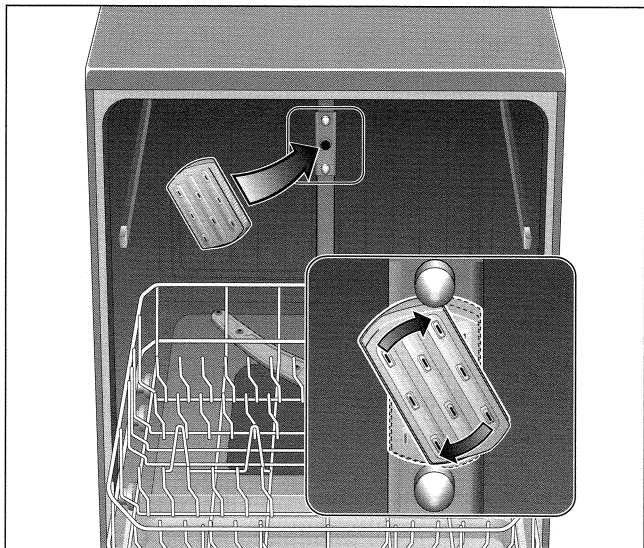

Figura 7.
Si usted tiene artículos tan grandes que no caben en la parrilla inferior sin que interfieran con el brazo aspersor o con la parrilla superior, puede quitar ésta última. Un aspersor especial para artículos extra grandes es proporcionado junto con su lava-vajillas para permitir lavar sin la parrilla superior. Vea la figura 7.
- Coloque el aspersor para artículos extra grandes en la salida que se encuentra arriba del espacio de la parrilla superior al fondo de la lava-vajillas. Vea la figura 7. Dele vuelta en el sentido de las manecillas del reloj para asegurar el aspersor en su lugar.